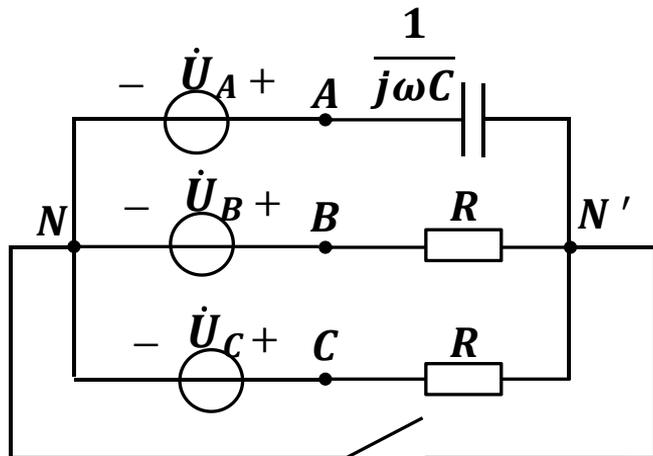

图2
- ◆ 判别三相不对称负载的相序，接线如图2所示，若电容所在相设为A相，则电压较高的一相为B相，较低的一相为C相。